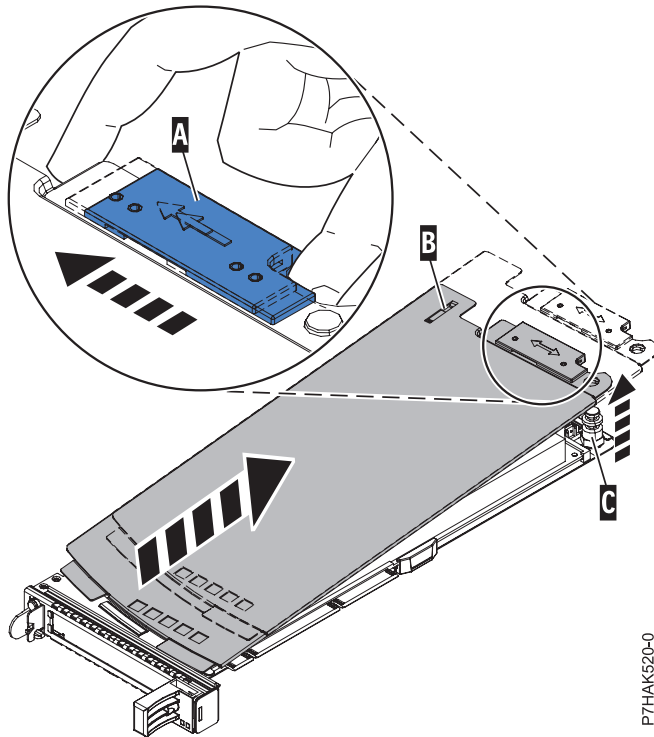

Figura 50. Extracción de la cubierta de la casete de adaptador PCIe
- a. Deslice el pestillo de la cubierta (A) para separarla del pivote (C) tal como se muestra en la Figura 50 en la página 47.
- b. Levante la cubierta (B) para sacarla del pasador pivote (C).